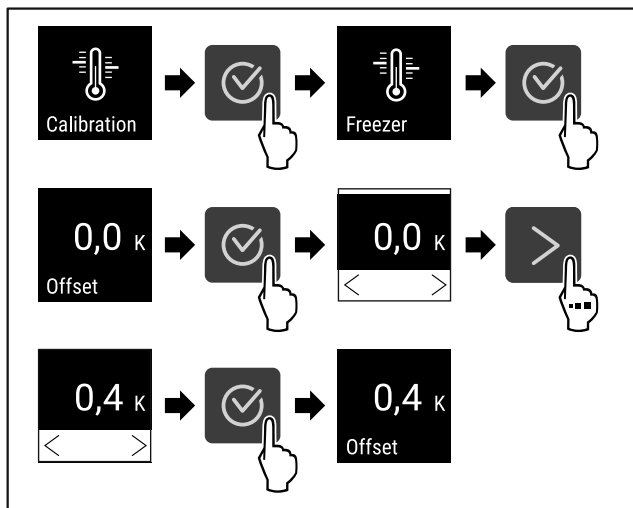

Fig. 95
- ▶ Vykonať kroky akcie (pozri Fig. 95).